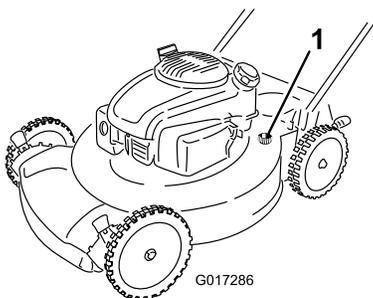

Figura 25
4. Conecte una manguera de jardín que esté conectada a un grifo al orificio de lavado de la máquina (Figura 25).